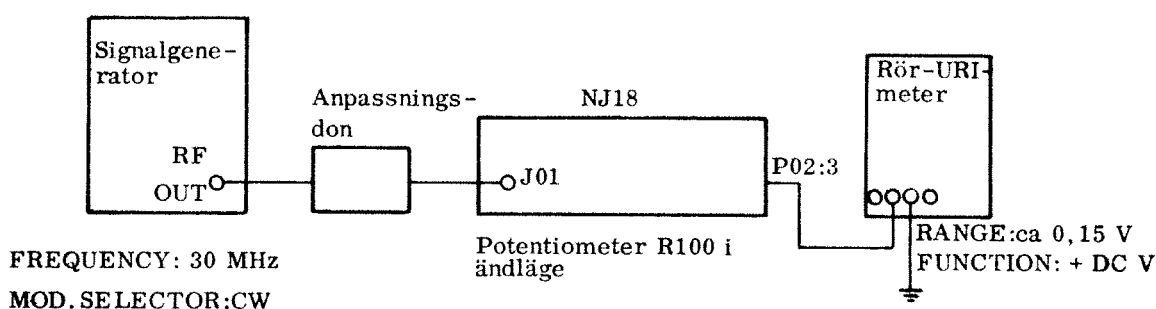

Bild 27
4.1.22.2 Koppla upp enligt bild 27.